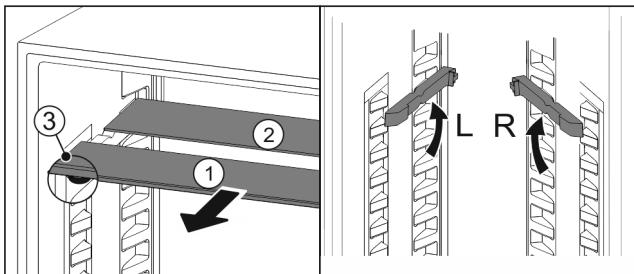

Fig. 100
- Vytiahnite sklené dosky jednotlivo dopredu Fig. 100 (1).
- Sklená doska Fig. 100 (1) s ozdobnou lištou leží vpred.
- Zarážky Fig. 100 (3) ukazujú nadol.